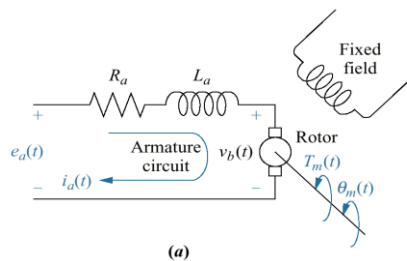
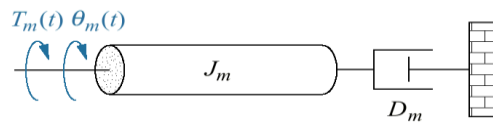

Figure 3 Partie électrique d'un moteur à c.c. Source : [1]¹
Figure 4 Partie mécanique d'une charge pouvant être reliée à l'arbre d'un moteur à c.c. Source : [1]
3. deux figures peuvent être présentées dans un tableau de type ligne comme les deux figures suivantes (figure 3 et figure 4). Notez qu'une figure dont vous n'avez pas le droit d'auteur doit être citée correctement avec la permission des auteurs ou de l'éditeur. Dans le cas des deux figures, la source est [1]. Vous pouvez utiliser EndNote pour gérer vos références.